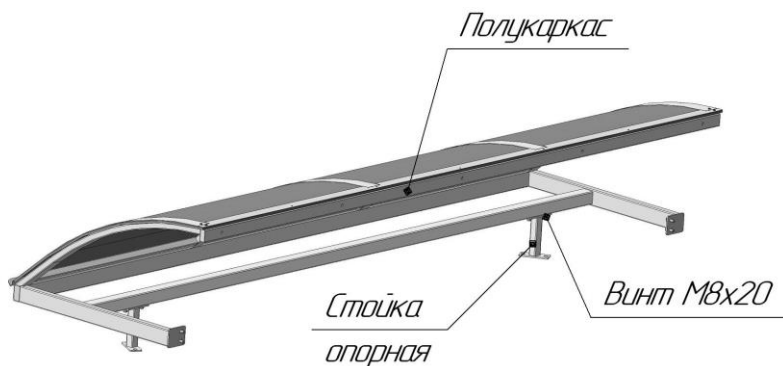
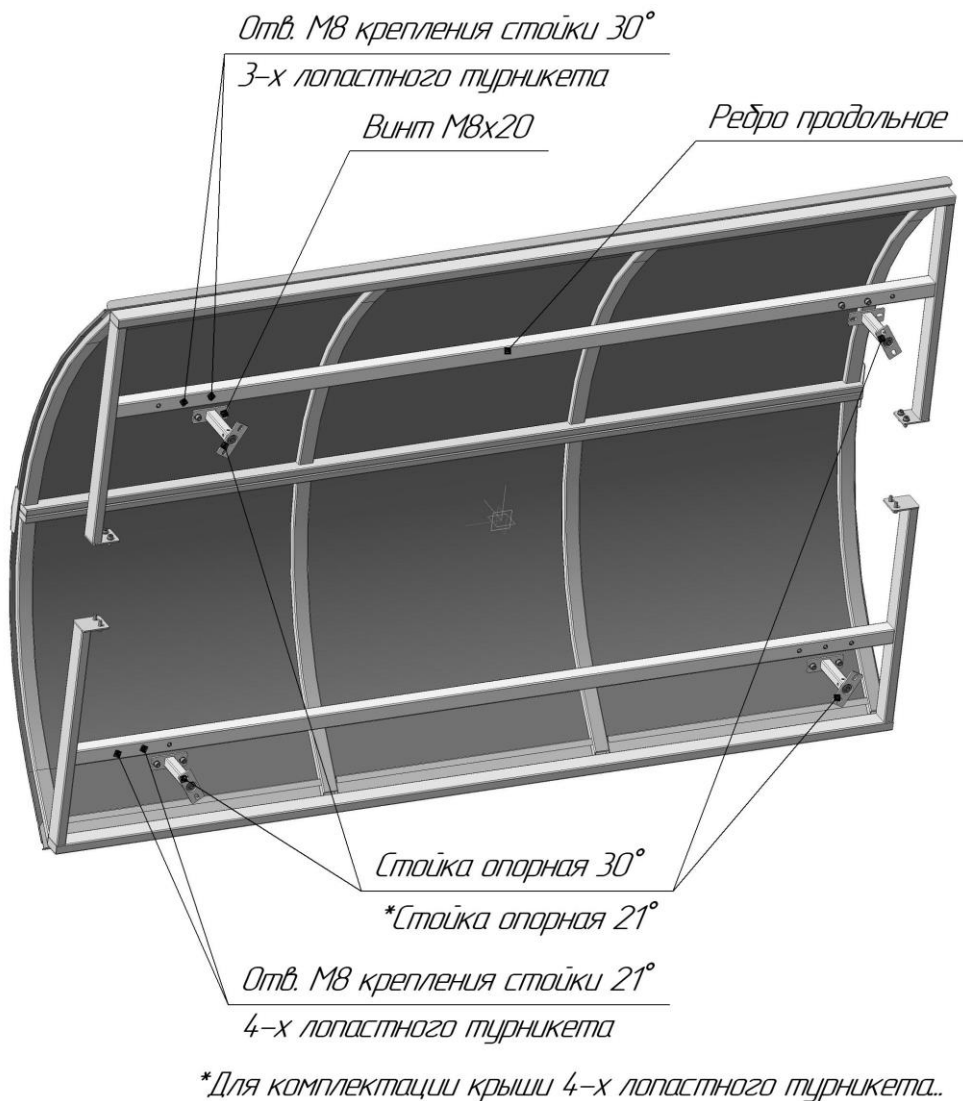

Рис. 2 Монтаж опорных стоек
Рис. 3 Крыша для турникета полноростового серии «Ростов-Дон
6.3. К нижней плоскости продольных ребер полукаркаса крыши в зависимости от исполнения турникета прикрутите опорные стойки (рис.2, рис.3) винтами М8х20 (затяжка предварительная).